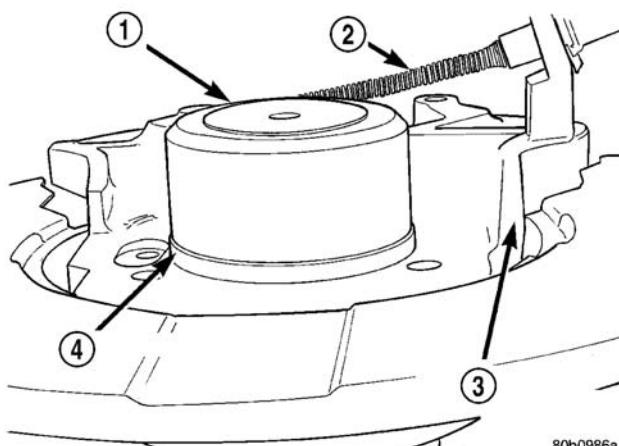

图 11 从制动钳适配器上卸下轮毂 / 轴承
(17) 若制动钳适配器和轮毂 / 轴承做为总成从车桥上卸下后, 不能用手将轮毂 / 轴承从制动钳适配器上卸下, 可用下面的程序进行拆卸。让助手用双手支撑制动钳适配器, 将拆卸器 (专用工具 8214-1) 置于轮毂 / 轴承的铸铁外壳上 (图 11)。不要将专用工具置于轮毂 / 轴承的内圈。用锤子轻敲拆卸器 (专用工具 8214-1), 以便从制动钳适配器上卸下轮毂 / 轴承。